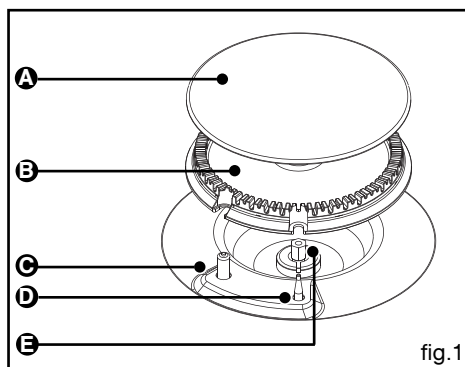

fig.1
- Retirez les grilles, les chapeaux et les têtes de tous les brûleurs (fig. 1).